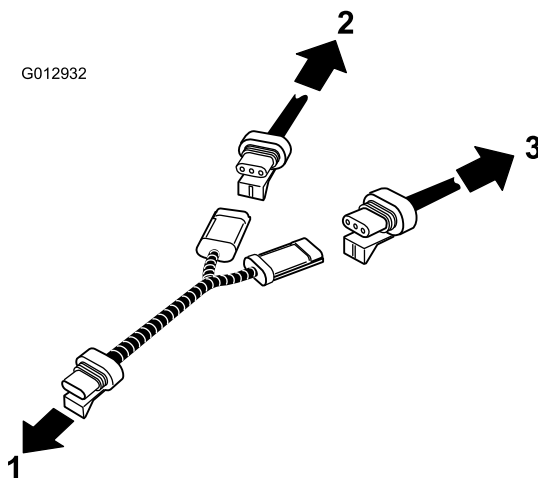

Figura 14
17. Montate il cablaggio di connessione a Y tra il sensore della velocità, il cablaggio preassemblato esistente e quello del sistema di irrorazione. Collegare il sensore della velocità al cablaggio preassemblato esistente e al cablaggio preassemblato del sistema di irrorazione (Figura 14).